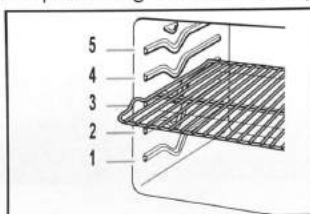

FIGURE 5
14. Pour les fours simples et combinés, contrôler la grille coulissante dans deux positions : position la plus haute n° 5, et position médiane n° 3 (voir Figure 5). Pour les fours doubles, vérifier les cavités des deux fours dans les positions n° 5 (la plus haute) et n° 3 (médiane). (Voir les sections **Retrait de la grille coulissante** et **Installation de la grille coulissante** pour retirer et placer la grille coulissante.).
27. Placer la grille coulissante en position 3. Voir la Figure 5.